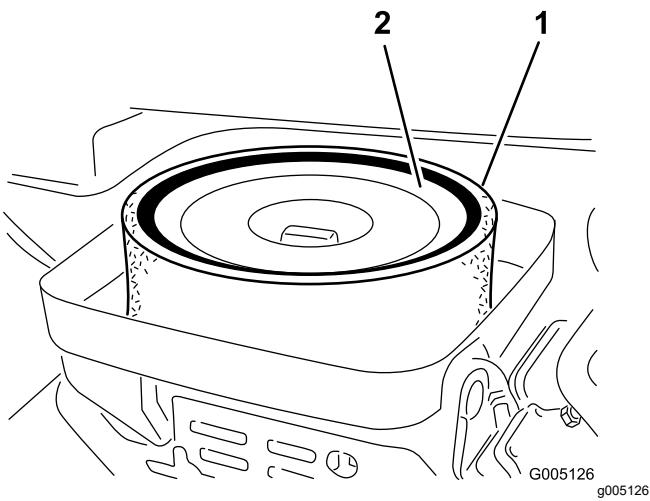

图 40
3. 卸下将滤芯固定到空气滤清器壳体上的蝶形螺帽图 40。
4. 如果泡沫滤芯变脏请将其从纸质滤芯中取出图 40。按照以下方式彻底清洁滤芯